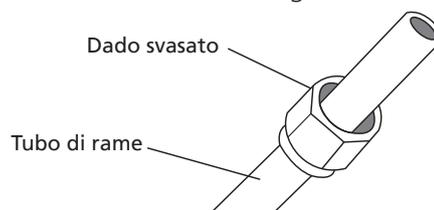

Fig. 7.5
3. Disporre un dado svasato a ogni estremità del tubo. Accertarsi che i dadi siano rivolti nella direzione corretta, perché dopo la svasatura non sarà più possibile applicarli o cambiarne la direzione. Vedere la Fig. 7.5.